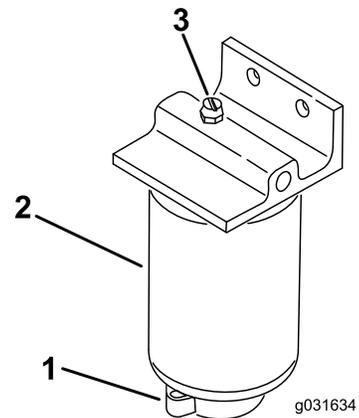

Figura 49
2. Afloje la válvula de vaciado en la parte inferior del filtro (Figura 49).
1. Limpie la zona de montaje del filtro (Figura 49).